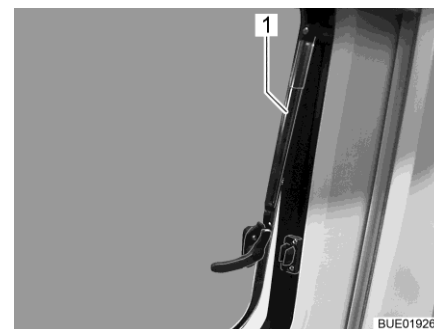

Bild 14 Överkantshängt fönster med automatik-spärrar, öppet
- Öppna det överkantshängda fönstret till önskat läge. Låt det överkantshängda fönstret haka i självständigt med (Bild 14,1) automatiska-spärrar.